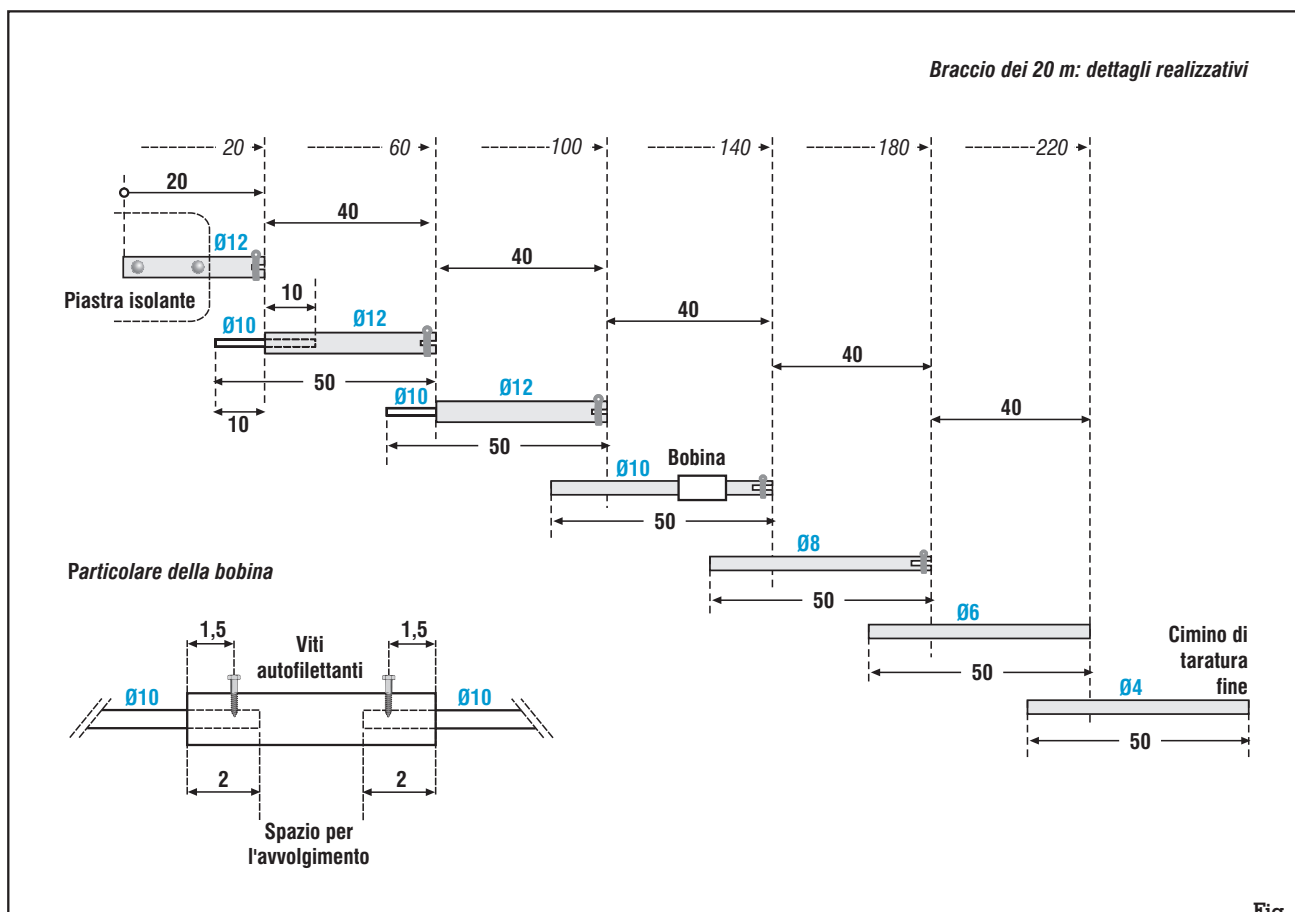

Fig. 4
N.B. È stato mostrato (fig. 4) lo schema realizzativo per i 20 metri. Gli altri bracci sono realizzati in modo analogo con le sezioni sopra indicate.